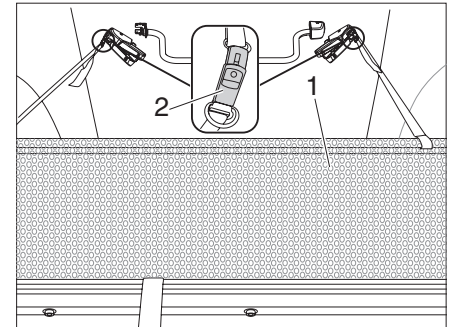

Bild 37 Fallskydd
- ▶ Dra fram fallskyddet (Bild 37,1) under madrassen.
- ▶ Fäst fallskyddet till det skjutbara taket med remspannet (Bild 37,2).
- ▶ Lossa remspannet (Bild 37,2).
- ▶ Förvara fallskyddet (Bild 37,1) under madrassen.